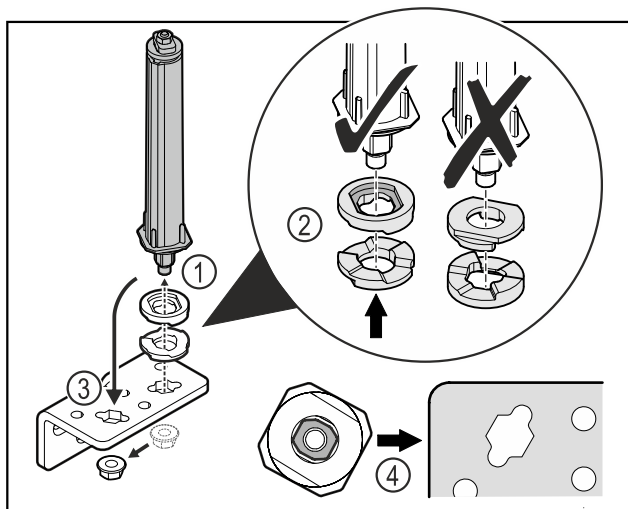

Fig. 52
- ▶ Lironi dadon dhe hiqni sistemin e mbylljes së derës Fig. 52 (1).
- ▶ Bëni kujdes për orientimin e saktë të rondelave të rregullimit të lartësisë Fig. 52 (2).
- ▶ Ktheni sistemin e mbylljes së derës në profilin e menteshës në anën tjetër dhe shtrëngojeni atë me dado Fig. 52 (3).
- ▶ Gjatë vendosjes, bëni kujdes për orientimin e saktë të sistemit të mbylljes së derës Fig. 52 (4).